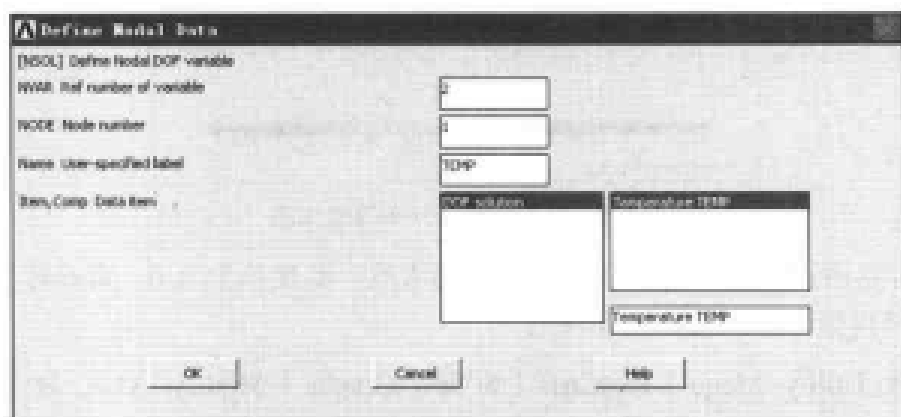

图 10-62 定义节点变量对话框
(4) 选择 Utility Menu | PlotCtrls | Style | Graphs | Modify Curves 命令, 出现 Curve Modifications for Graph Plots 对话框, 在 [/GTHK] Thickness of curves 下拉列表框中选择 Triple 选项, 单击 OK 按钮关闭该对话框。
(5) 选择 Utility Menu | PlotCtrls | Style | Colors | Graph Colors 命令, 出现 Graph Colors 对话框, 在 CURVE Graph curve number 1 下拉列表框中选择黄色, 单击 OK 按钮关闭该对话框。
(6) 选择 Main Menu | TimeHist Postpro | Define Variables 命令, 出现 Defined Time-History Variables 对话框, 单击 Add 按钮, 出现 Add Time-History Variable 对话框, 选择 Nodal DOF result 单选按钮, 单击 OK 按钮, 出现 Define Nodal Data 菜单, 在文本框中输入 1, 单击 OK 按钮, 出现 Define Nodal Data 对话框, 参照图 10-62 对其进行设置, 单击 OK 按钮关闭该对话框。